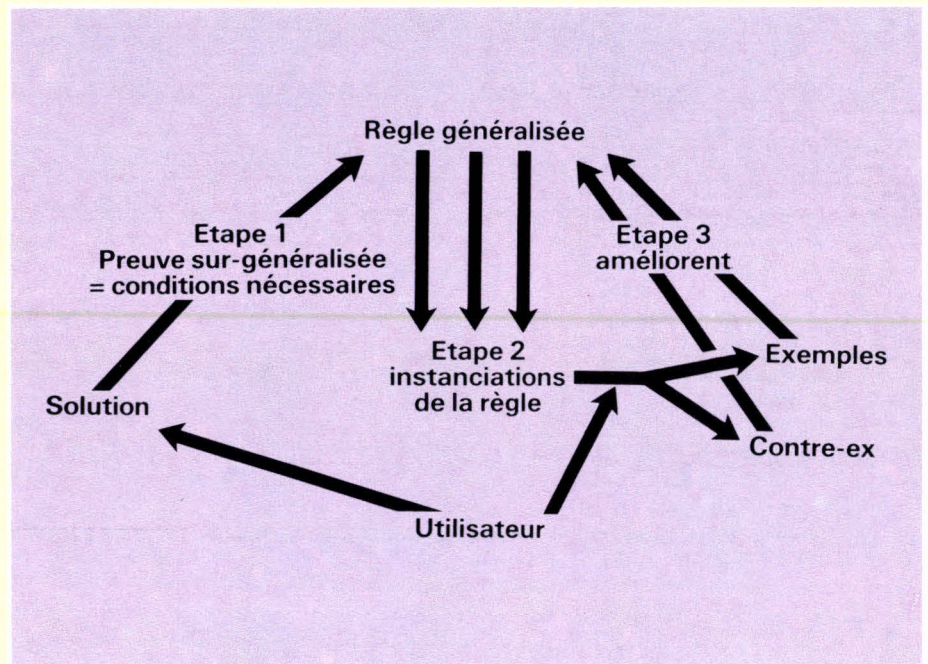

Fig. 6. — Les trois étapes de l'apprentissage dynamique de la règle par le système apprenti Disciple. (D'après Y. Kodratoff et coll. (11).)
Un système expert capable d'assimiler un nouveau savoir en « observant », analysant et questionnant l'utilisateur a été développé par Yves Kodratoff, Gheorghe Tecuci et Francis Rousseaux (11). Ce « système apprenti », qui a pour nom Disciple, apprend une règle en trois étapes : au cours de la première étape, basée sur la recherche d'explications, Disciple produit une preuve de la validité de la solution de l'utilisateur, puis effectue une généralisation de celle-ci ; la seconde étape consiste à fournir des instanciations de la règle apprise ; enfin, l'interactivité avec l'utilisateur au cours des différents exemples présentés permettra d'améliorer cette règle lors d'un processus d'apprentissage dynamique (fig. 6).